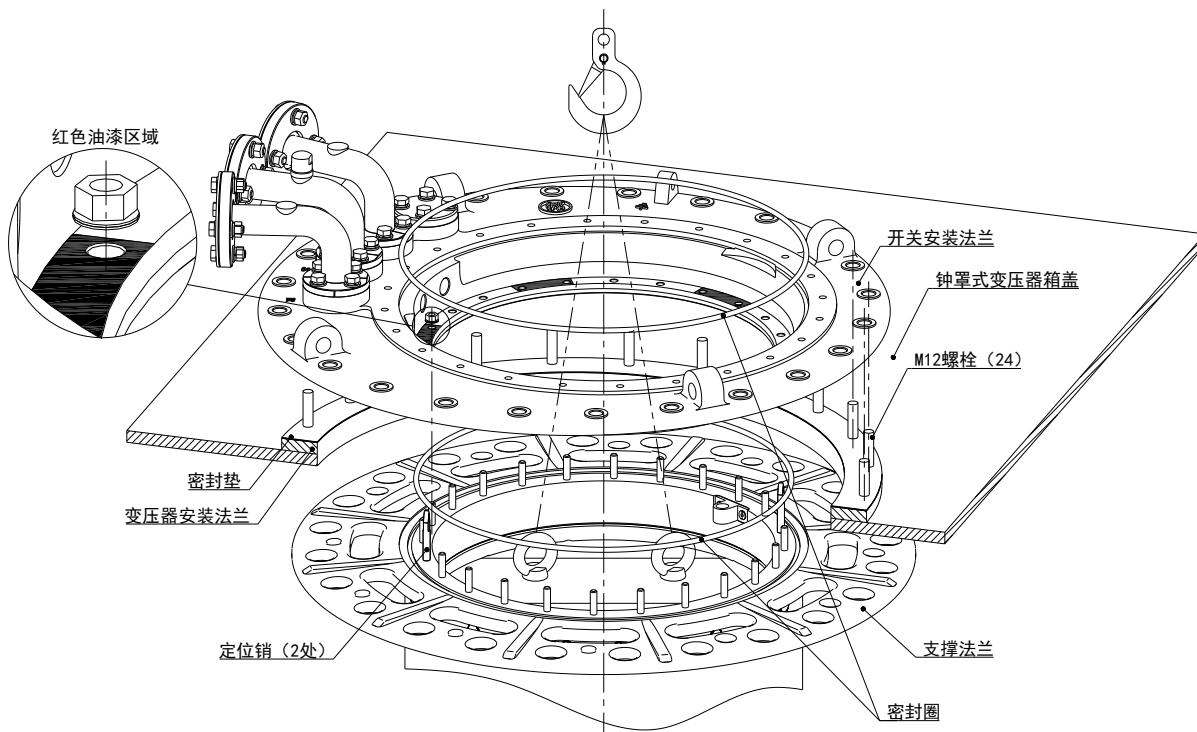

图 5-18
8. 拆除开关安装法兰上其余的固定螺母（红色区域）（12 个 M8 螺母，13 号外六角扳手，有弹簧垫圈）。从开关支撑法兰上吊起开关安装法兰。（图 5-18）
1. 装配钟罩式变压器箱盖前，擦净开关支撑法兰的密封表面，在支撑法兰上安放密封圈，抽出间距垫块。(图 5-18)
2. 把钟罩式变压器箱盖吊到变压器上方，将其装配好。(图 5-18)
3. 安装开关安装法兰前，擦净密封面。在变压器安装法兰上安放密封垫，并将开关安装法兰固定在变压器安装法兰上(24 个 M12 螺栓，扭矩为 100 ~ 110 Nm)。(图 5-18)
4. 用专用吊具将分接开关提起。要确保开关支撑法兰所有螺杆在开关安装法兰固定孔处准确定位。(图 5-18)
5. 将开关安装法兰安装到开关支撑法兰上。注意两根定位螺钉(加长)及开关支撑法兰和开关顶盖上的红色三角形标记，这样做可保证分接开关安装正确。(图 5-18)